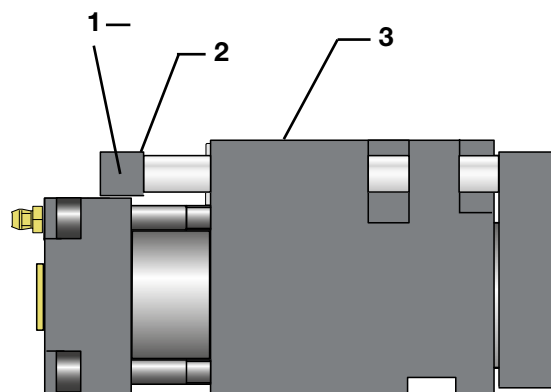

Figura 19:
10.2 Slitta operatrice per ripiegatura e Slitta portautensili compatta (figura 19)